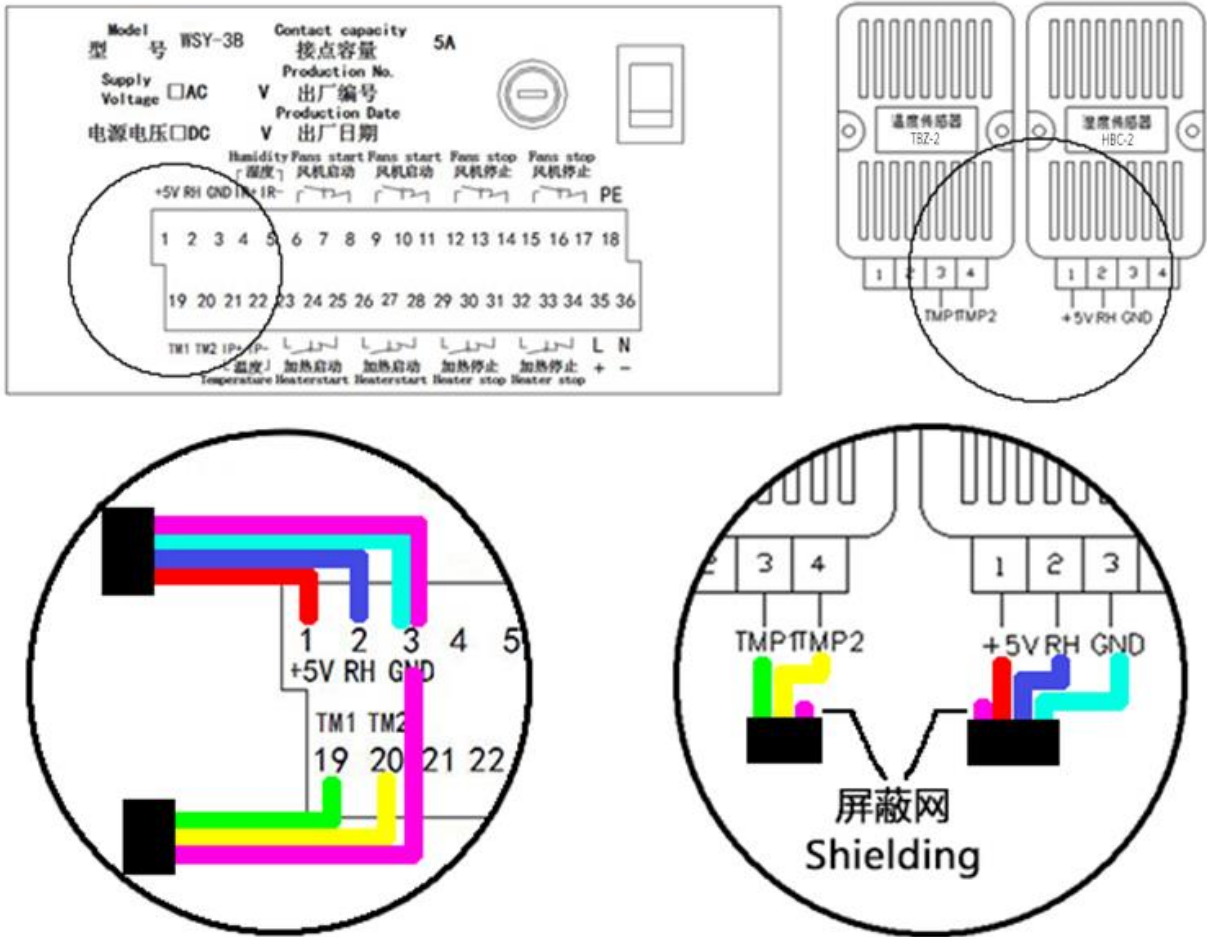

图 13
3、变送器和仪表采用屏蔽电缆连接，由于连接会有一段距离，可能产生的长线效应会对仪表的输出产生干扰，为了避免这种干扰，请在接线时将连接温度变送器电缆的屏蔽网连接到仪表的GND端，连接变送器的电缆的屏蔽网要悬空(图13)。